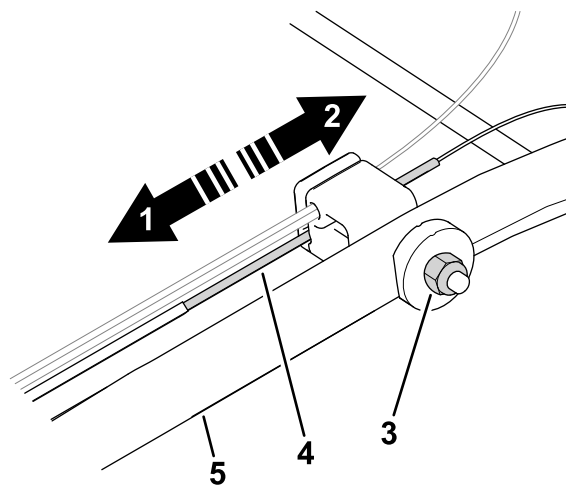

Figura 23
- Girate il dado di regolazione in senso antiorario per allentare la regolazione del cavo (Figura 23).
- Regolate la tensione del cavo (Figura 23) tirandolo indietro o spingendolo in avanti e mantenendo quella posizione.